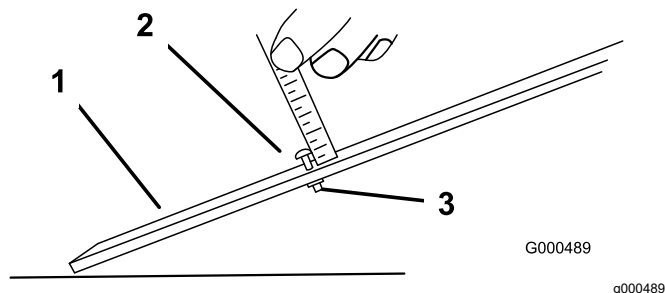

Figure 8
1. Desserrez l'écrou du gabarit et tournez la vis de réglage de manière à obtenir la hauteur de coupe voulue (Figure 8).